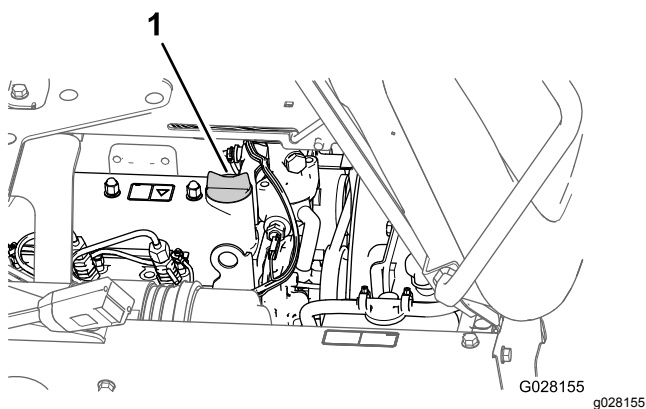

图 73
5. 从发动机气门室盖的加油颈上取出加油颈盖慢慢从加油颈注入规定油量的大约 80% 图 73。
8. 将加油颈盖重新装入加油颈 图 73。